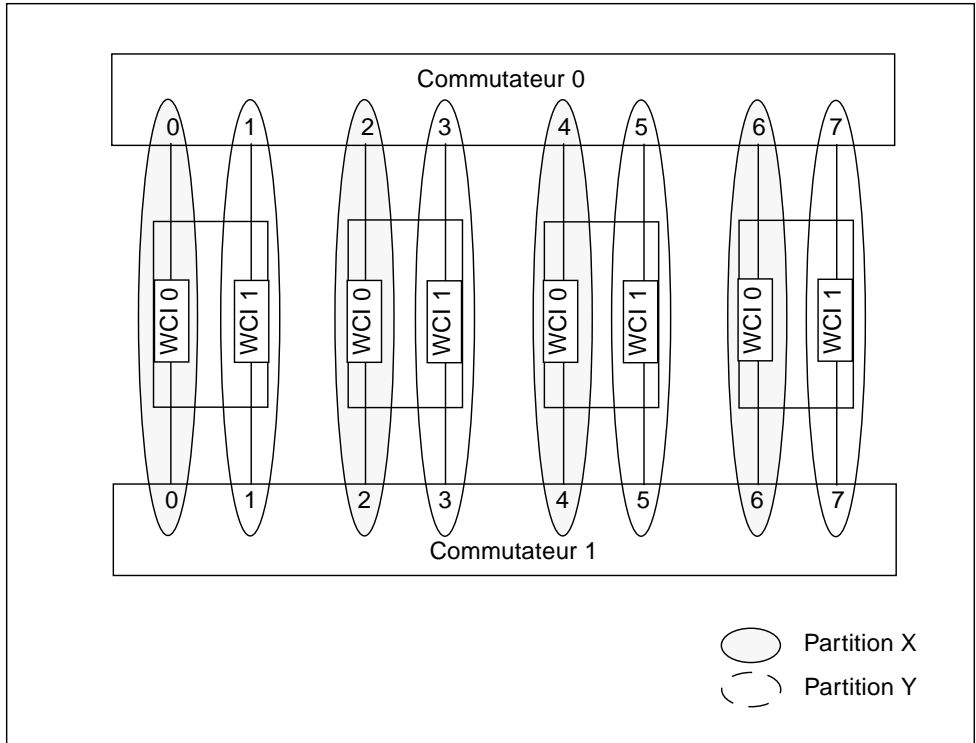
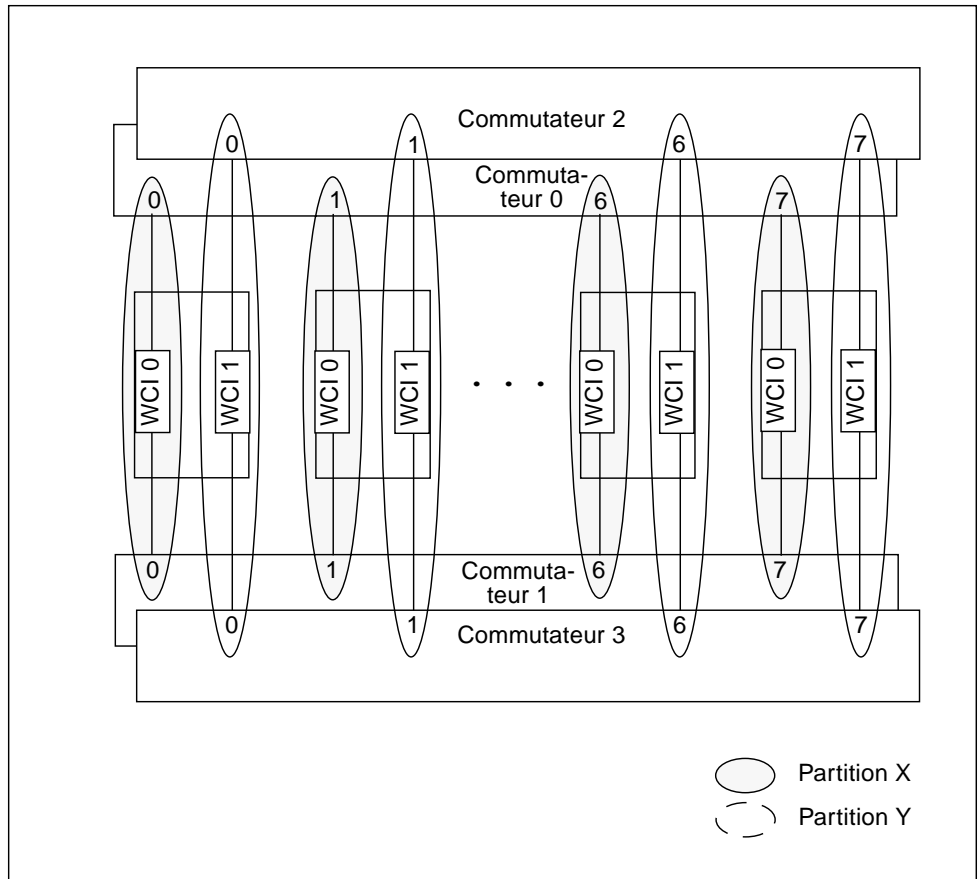

FIGURE 6-3 Exemple de configuration bicontrôleur – Quatre noeuds, deux commutateurs, deux contrôleurs RSM
FIGURE 6-4 Exemple de configuration bicontrôleur – Huit noeuds, quatre commutateurs, deux contrôleurs RSM par noeud
Pour ce, les deux ASIC Sun Fire Link sont mappés à des partitions distinctes, et des contrôleurs RSM distincts sont affectés à la gestion des deux partitions. L'un des ASIC et les deux ports optiques qu'il contrôle fonctionnent en tant qu'interface réseau primaire tandis que l'autre ASIC n'est mis en fonctionnement qu'en cas de défaillance de l'interface réseau primaire. La FIGURE 6-3 et la FIGURE 6-4 illustrent des exemples de configurations de grappes bicontrôleur.
- Les deux ensembles Sun Fire Link de chaque noeud doivent être divisés entre les deux partitions, comme indiqué dans la FIGURE 6-3 et la FIGURE 6-4.
- Si votre grappe contient deux commutateurs, ces deux commutateurs doivent être partagés par les deux partitions. C'est-à-dire que chaque commutateur doit être affecté aux deux partitions. Reportez-vous à la FIGURE 6-3.
- Si votre grappe contient quatre commutateurs, deux de ces commutateurs doivent être ajoutés à une partition et les deux autres doivent l'être à l'autre partition. Reportez-vous à la FIGURE 6-4.